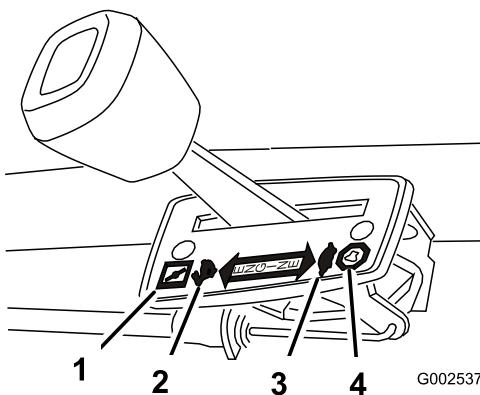

Figura 8
Le impostazioni dell'acceleratore sono riportate nella Figura 8.
- 3. Portate la leva dell'acceleratore in posizione Starter (Figura 8).
- 4. Portate il selettore della velocità di trazione in posizione di Folle (N).